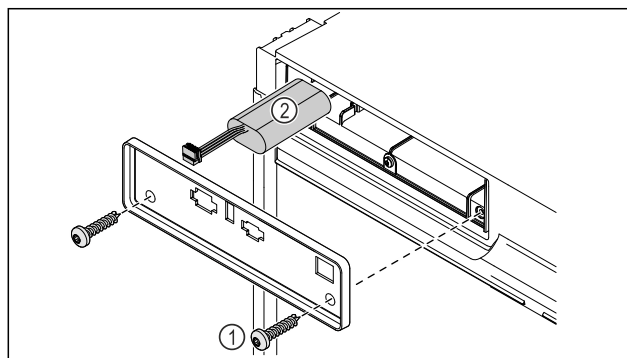

Fig. 200
- Svitare le viti e rimuovere la copertura sul lato posteriore dell'apparecchio Fig. 200 (1).
- Disinnestare la batteria ed estrarla Fig. 200 (2).